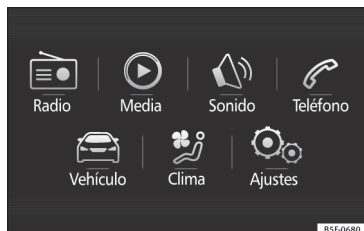

Fig. 35 Easy Connect: Menú principal.
- Pulse la tecla **MENU** del sistema y posteriormente el botón **CAR** »» fig. 35, o la tecla **CAR** del sistema, para ir al menú **CAR** »» fig. 36.